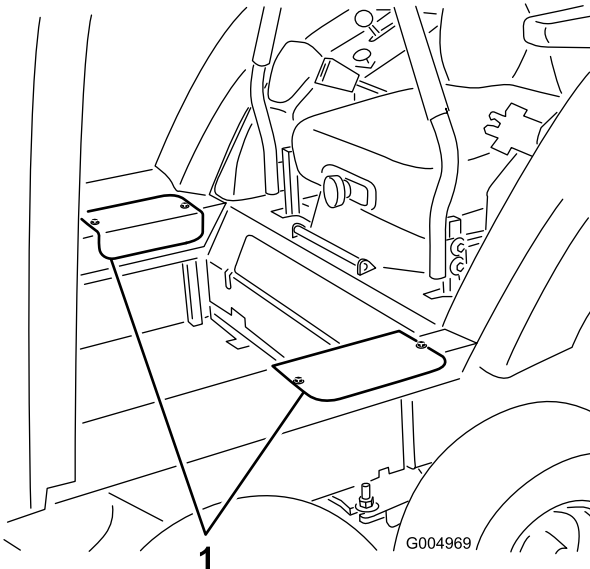

Figura 122
52. Instale las tapas de acceso lateral con los tornillos que retiró anteriormente (Figura 122).